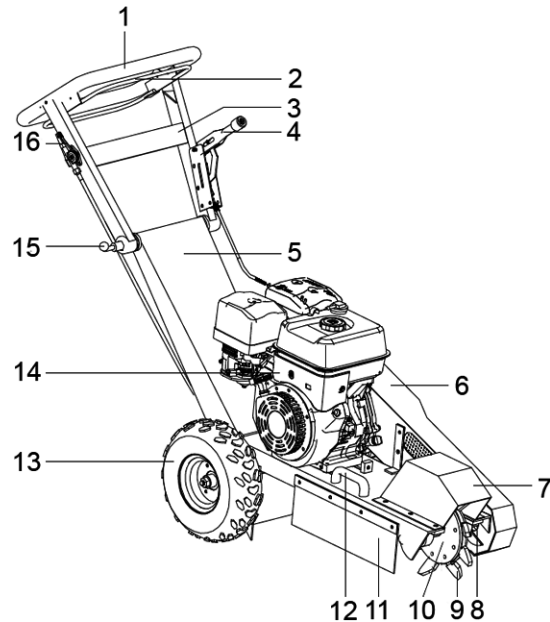

Abb. 13: Komplete stronkenfrees BSF-15
#### Stronkenfrees BSF-15 (Abb. 13)
De BSF-15 stronkenfrees (fig. 13) bestaat uit:
Motorschakelaar (5): Hier is de motor AAN/AAN en UIT/UIT geschakeld. Laat in gevaarlijke situaties de noodstopbalk (2) (1 - Fig. 13) los en schakel de motorschakelaar UIT/UIT. De motor schakelt uit (ontsteking kortgesloten).